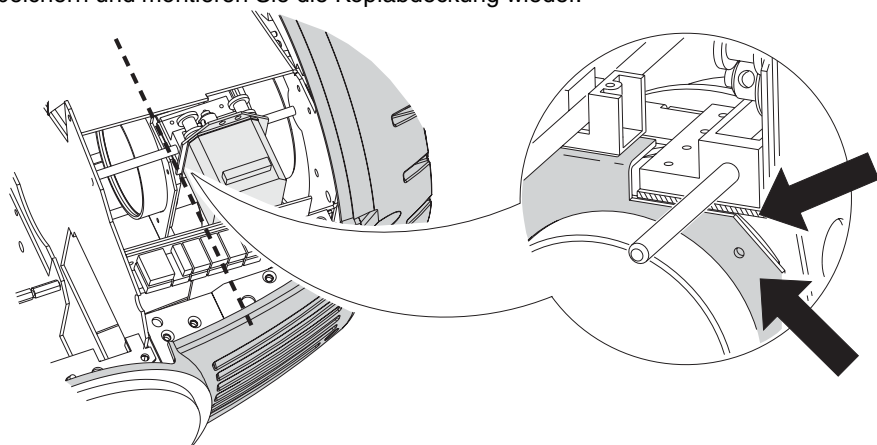

Bild 14: Kalibrieren des Zooms
- 2 Um den Zoom zu kalibrieren, müssen Sie zunächst die untere Kopfabdeckung entfernen. Wählen Sie UTIL / CAL / ZOOF und drücken Sie [Enter]. Stellen Sie den Offset-Wert so ein, dass die Halteplatte der Zoomlinse mit der hinteren Kante des Schlittens der Fokuslinse fluchtet (Bild 14). Drücken Sie [Enter], um die Einstellung zu speichern und montieren Sie die Kopfabdeckung wieder.